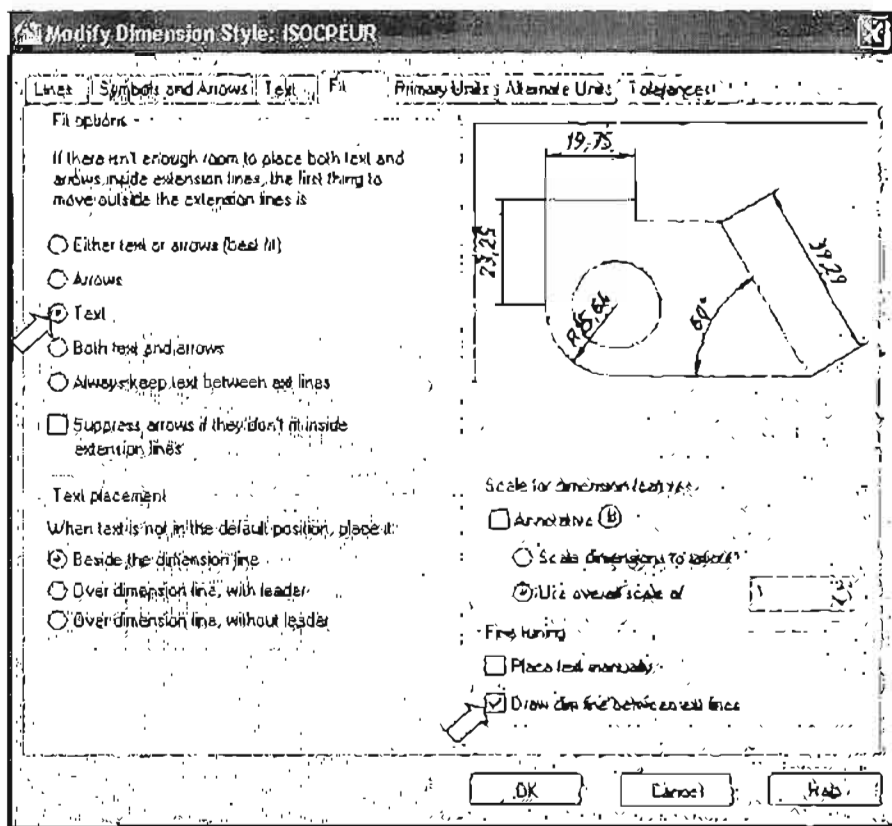

Рис. 3.19. Диалоговое окно **Modify Dimension Style** на вкладке **Fit** с установками нового размерного стиля **ISOCPEUR**
4. На вкладке **Fit** (Размещение) (рис. 3.19) задаются правила размещения размерного текста, стрелок, выносок и размерной линии в случаях, когда невозможно разместить все элементы размерного блока на обычных местах